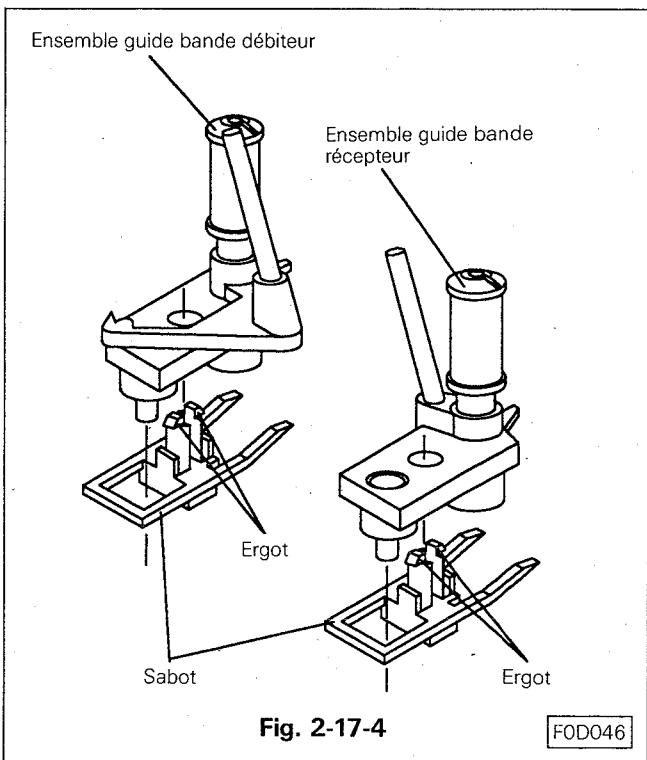

Fig. 2-17-4
- I. Démonter les ergots des sabots guide-bande récepteurs et débiteurs et retirer les ensembles guide-bande et les sabots. (Voir Fig. 2-17-4)
2-17-2 REMONTAGE (Voir Fig. 2-17-4)